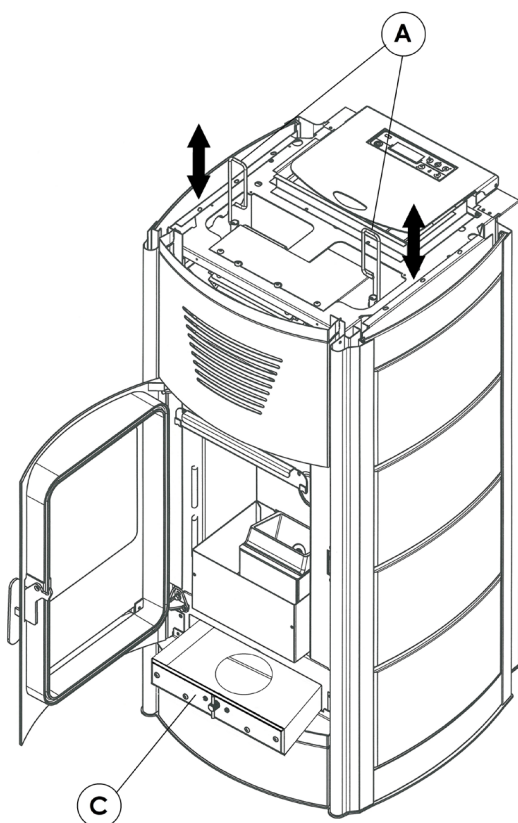
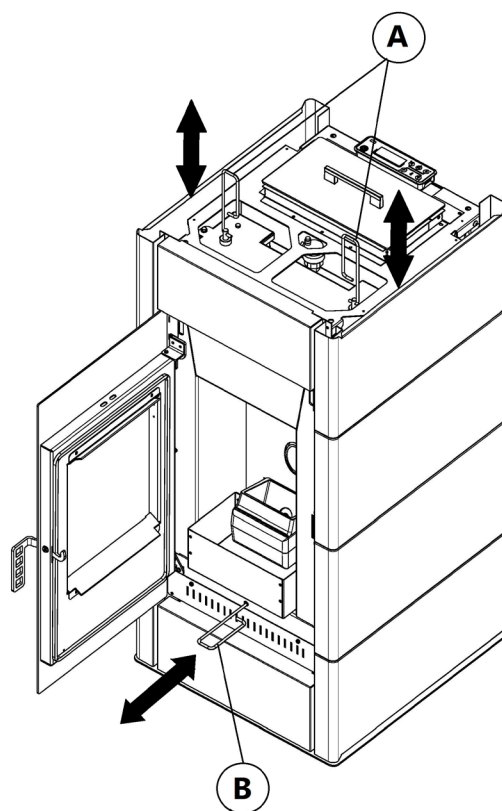

Fig. 39 - Rengøring af indvendigt rørbundet ved hjælp af skraberne
Fig. 40 - Rengøring af den nedre askeskuffe (Ibis 11 / Idron 11)
- Rens rørbundet – Brug den medfølgende krog til at ryste stængerne under topstykket (A i **Fig. 39 på s. 45** og **Fig. 40 på s. 45**) energisk 5-6 gange. Dette fjerner soden, som ophobes i varmevekslerens røgkanaler under træpilleovns normale drift.
- Rens rummet for udledning af røggasserne, jf. **Fig. 39 på s. 45**, på modellerne AQUOS 15-22-22 H2O / IBIS 15-22-22 H2O / IDRON 15-22-22 H2O – Træpilleovnene har en askeskuffe C, som kan tages ud, til at opsamle eventuelle ophobninger af sod og aske.
- Rens rummet for udledning af røggasserne, jf. **Fig. 40 på s. 45** på modellerne IBIS 11 / IDRON 11 – Åbn lugen, hæng den medfølgende krog på skraberens B's stang, træk kraftigt i den 5-6 gange i hele dens længde. Fjern kroge, og sæt stangen B helt ind i dens leje igen. På denne måde hjælper man blæseren med at udstøde eventuelle ophobninger af sod, der er faldet ned under den tidligere rengøring af rørbundet (Når man har rystet stængerne A, skal man altid anvende skraberens B).